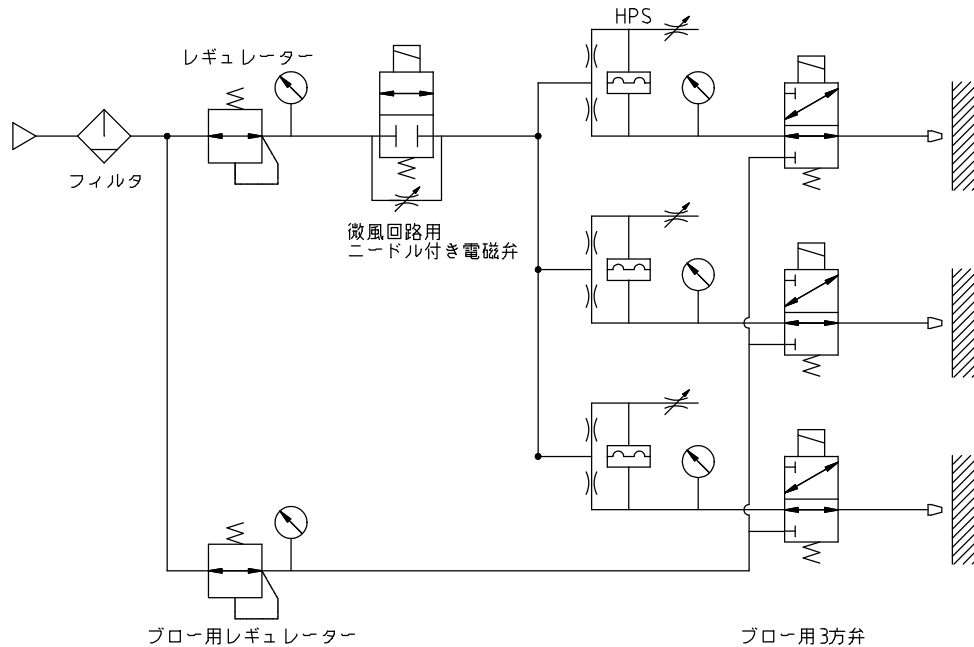
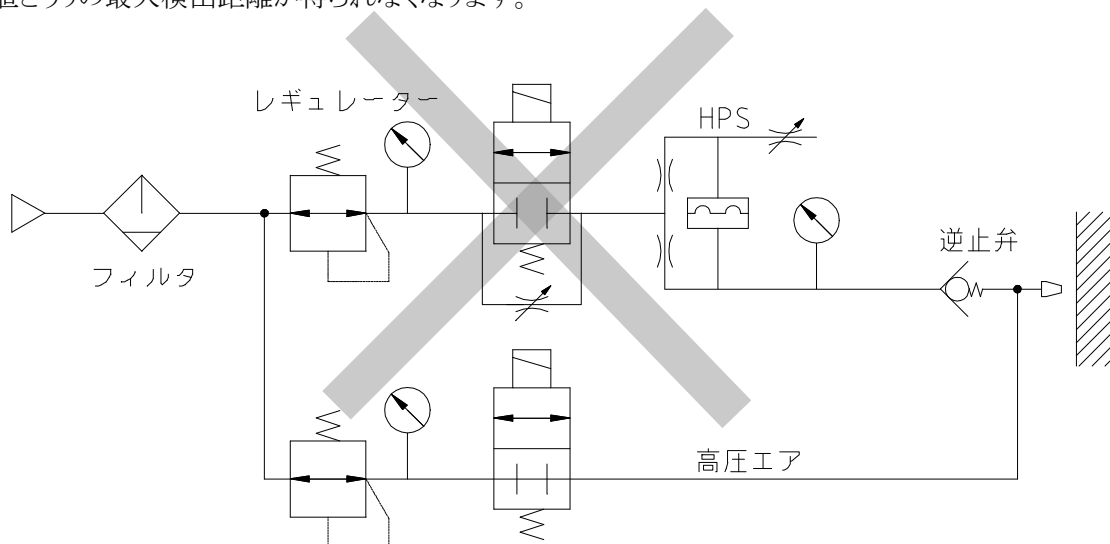
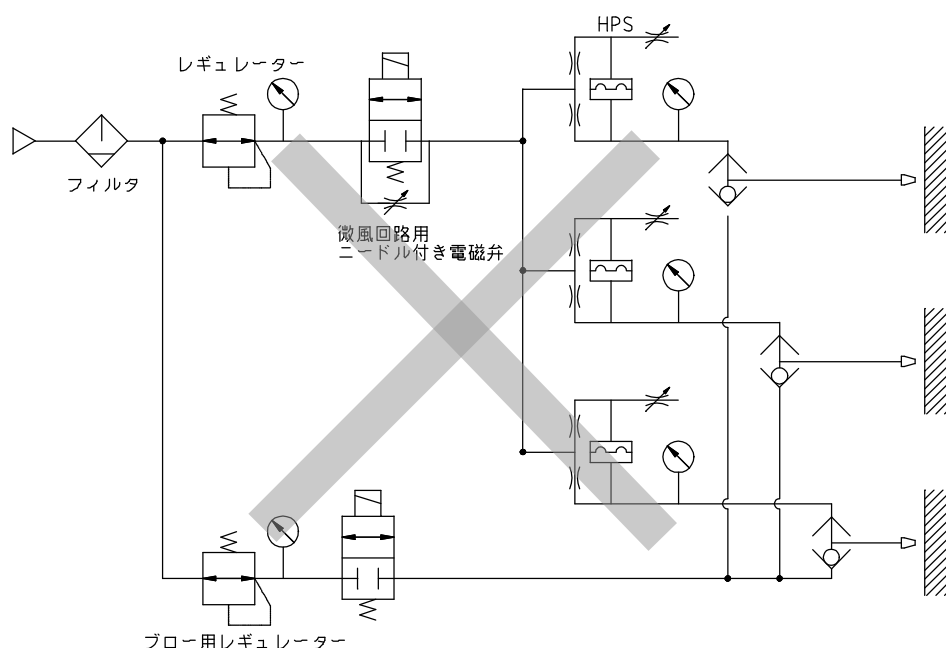

図34 3方電磁弁を利用したブロー回路 推奨機器:M3PB210
図35 逆止弁を使用した禁止回路
図36 シャトル弁と2方弁の併用で使用した禁止回路
- 6) 切り粉、グラインダーかす等はノズルに詰まる事が有ります。供給圧力を上げても密着確認スイッチの内部オリフィスが障害となりブローの効果は期待できません。図34の様に検出ポート側へ3方弁を設けて下さい。
- 7) 図35・図36の空気圧回路は、使用しないでください。図35の場合、逆止弁のクラッキング圧により、カタログ値通りの最大検出距離が得られなくなります。
図36の場合、シャトル弁が有効に働くためには、最低作動圧0.05Mpa (HPS-10は0.1MPaが必要です。弁をシールする力は検出ノズルの背圧から得るため、仮にワーク無し状態ですと背圧が小さくシール力が不足し、三方弁の排気ポートから検出エアが逃げてしまいます。エアが逃げた状態でワークが着座しても背圧は立ち上がらないため密着確認スイッチはOFF状態となります。図34の様に電磁弁、またはマスタバルブで確実に切り替えてください。